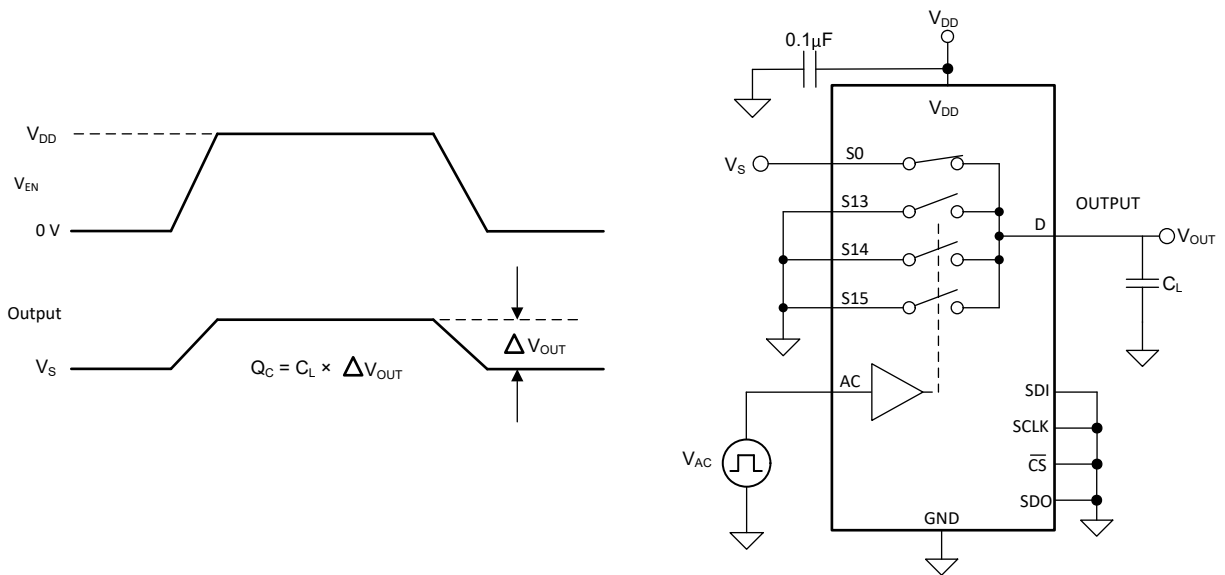

図 7-7. 電荷注入測定時の設定
TMUXS1306A デバイスと TMUXS1307A デバイスは、伝送ゲートトポロジを採用しています。NMOS トランジスタと PMOS トランジスタの間で容量の不一致がある場合、ゲート信号の立ち下がりエッジまたは立ち上がりエッジにおいて、ドレインまたはソースに電荷が注入されます。デバイスのソースまたはドレインに注入される電荷の量を電荷注入と呼び、 Q_C という記号で表します。図 7-7 に、ソース (S_x) からドレイン (D) に向けた電荷注入の測定に使用する構成を示します。